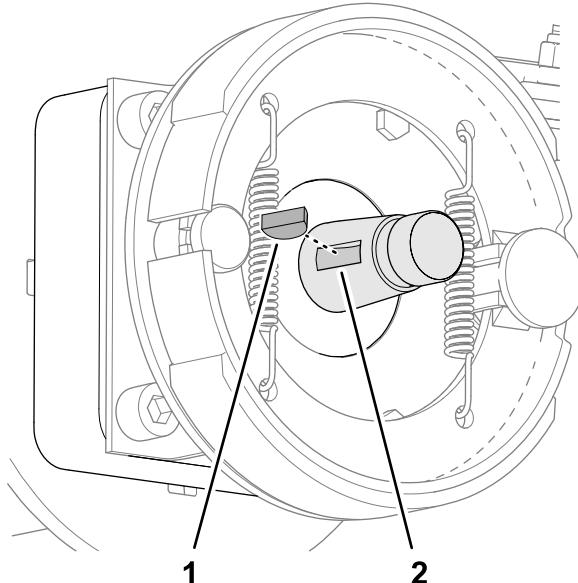

Figura 83
- Inserite la chiave di Woodruff nella scanalatura dell'albero motore della ruota (Figura 83).